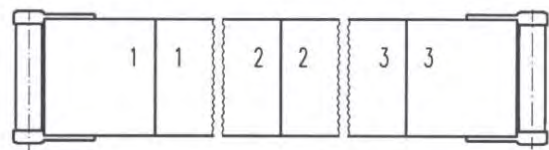

Fig. 2: Ensamblaje de las piezas
- Junte los puntos de unión que tengan la misma numeración (Fig. 2).